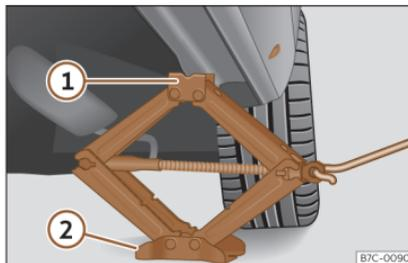

Fig. 43 Larguero: colocación del gato del vehículo.
- Gire la manivela del gato, situado bajo el punto de apoyo del larguero, para elevarlo hasta que la pestaña ①»» fig. 43 quede situada bajo el alojamiento previsto.
- Alinee el gato de modo que la pestaña ① “agarre” en el alojamiento previsto del larguero y la placa base móvil ② quede apoyada en el suelo. La placa base ② debe caer en la vertical respecto al punto de apoyo ①.